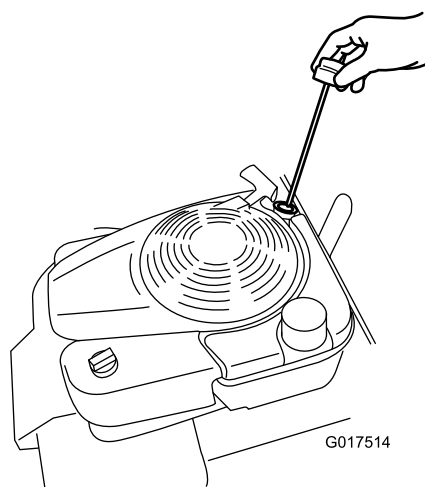

Figura 34
8. Retire vareta (Figura 34) e deite cerca de 3/4 da capacidade do cárter de óleo para o tubo de enchimento de óleo.